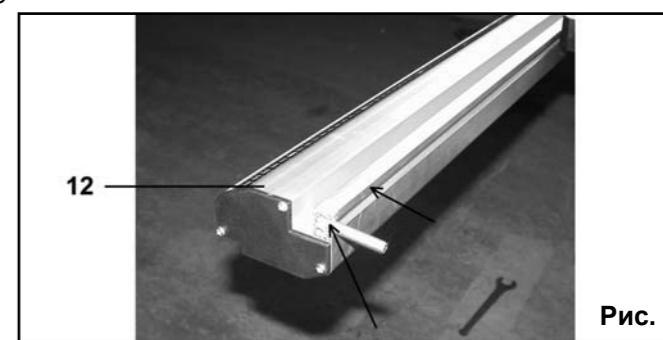

Рис. 8
8.3.5. Передняя направляющая (12) устанавливается и закрепляется болтовым соединением на торцах рабочего стола (6) и дополнительных плит (5) со стороны маховика регулировки подъема пильного диска (4). Шестигранные головки четырёх болтов устанавливаются в специальный паз передней направляющей (12), Рис.8.